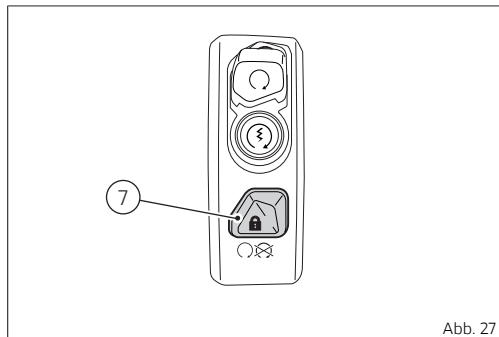

Abb. 27
Das Key-off erfolgt bei einer Fahrzeuggeschwindigkeit gleich Null durch Drücken der am Lenker angeordneten Taste (7, Abb. 27 S.58) oder durch Drücken der Taste am „Hands Free“-Block (1). Bei von Null abweichenden Geschwindigkeiten ist dies nur durch Drücken der Taste am Hands Free-Block (1) möglich.
Das „Key-off“ erfolgt durch Drücken der Taste (7, Abb. 27 S.58) am Lenker.